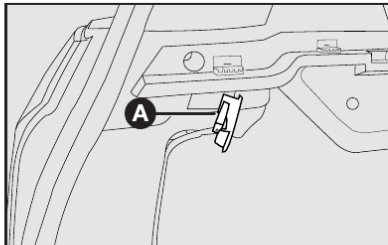

fig. 46
2) retirar a lâmpada **A** puxando-a de sua sede **fig. 46**.